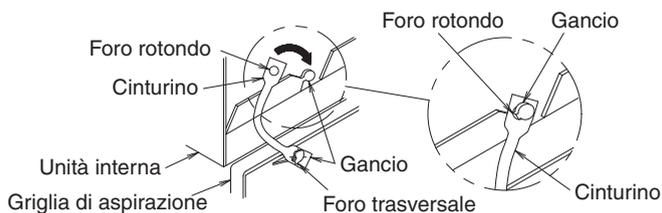

Fig. 38
- Durante l'installazione della griglia di aspirazione, appendere la fascetta della griglia di aspirazione alla parte in sospensione dell'unità interna illustrata nella Fig. 38.